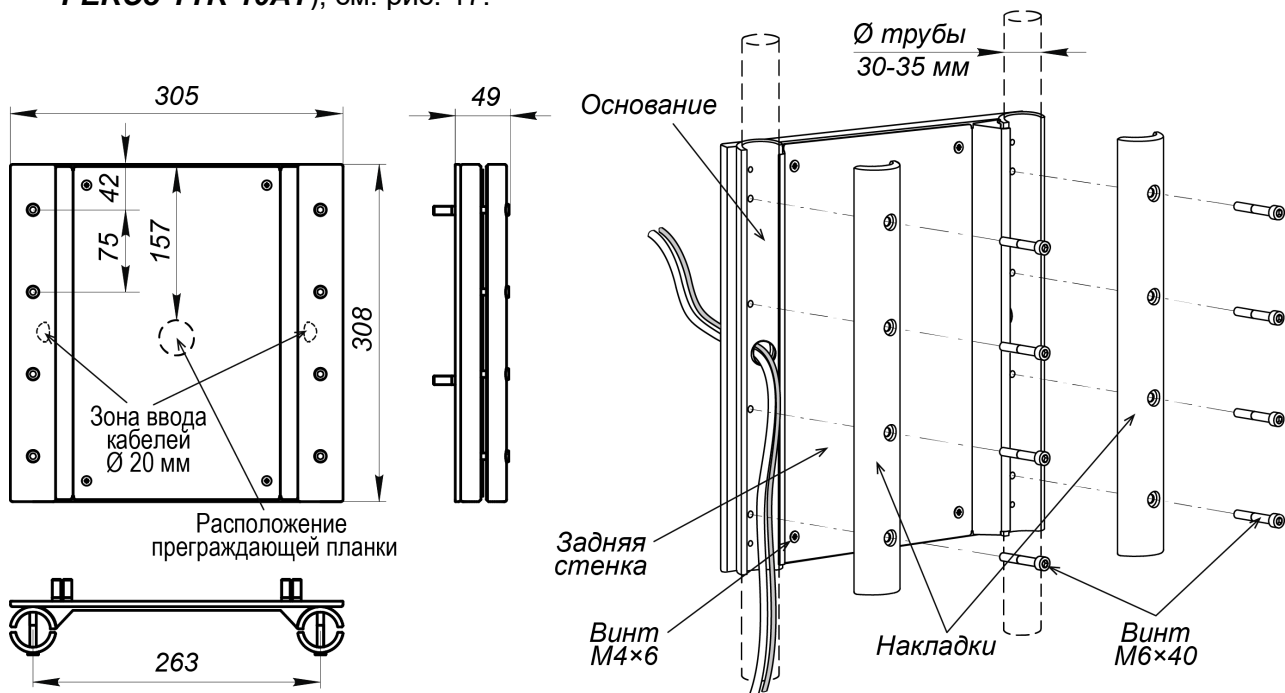

Рисунок 17. Габаритные размеры и порядок установки кронштейна **PERCo-MT10.1**
- а) Порядок установки монтажного кронштейна **PERCo-MT10.1** (для исполнения турникета **PERCo-TTR-10AT**), см. рис. 17: